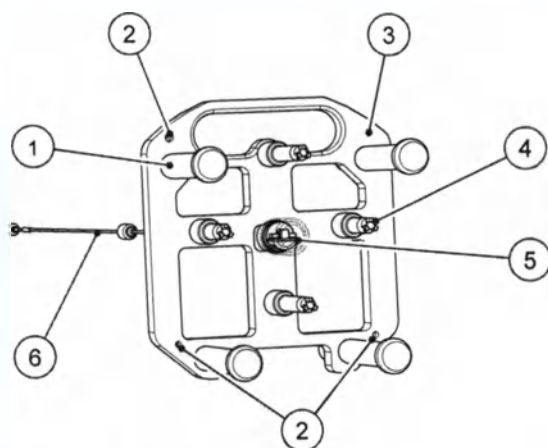

Рис. 3.36 Инструмент ГК Plus
Инструмент ГК Plus имеет четыре цилиндрических стойки (1) и одну центральную (5), см. **Рис. 3.36**. В центральной стойке расположен диод, чувствительный к радиоактивному излучению. Также имеется четыре стержня со стальными шарами (4) для проверки КЛКТ по протоколу ГК. Форма и толщина опорной пластины (3) инструмента ГК совпадает с таковыми координатной рамы. В ней также имеются такие же отверстия (2) для установочных штифтов, как и на координатной раме. Благодаря такой конструкции инструмент ГК Plus можно подсоединять к адаптеру рамы.